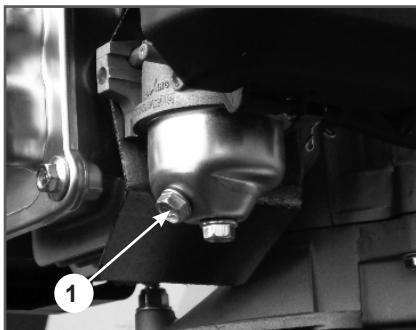

Рис. 12 Слив топлива из карбюратора
- Открутите болт сливного отверстия (Рис. 12 п. 1) и слейте топливо из поплавковой камеры карбюратора.